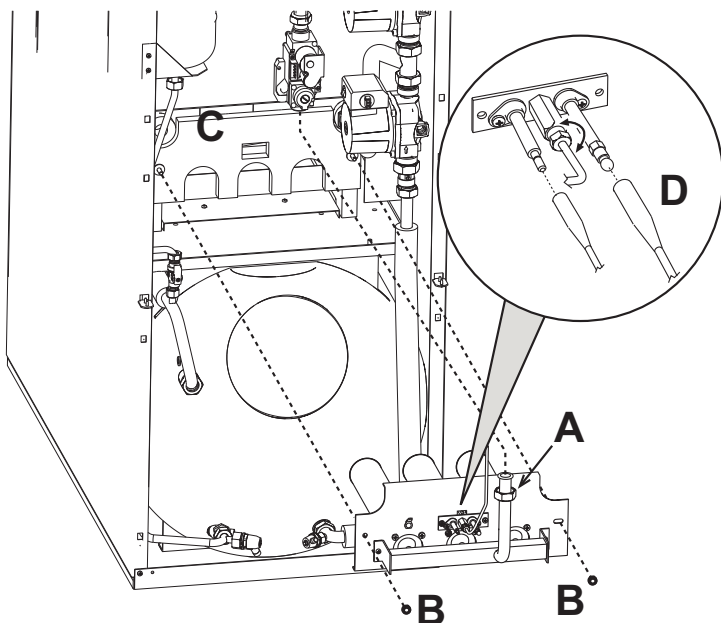

fig. 22 - Desmontaje de los quemadores
- Desenroscar las dos tuercas "B" que fijan la puerta de la cámara de combustión a los elementos en fundición de la caldera (fig. 22)